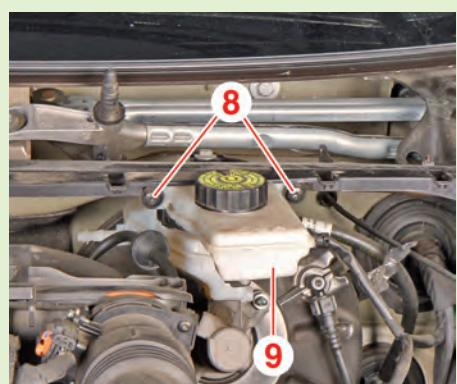

Fig.5
- Déposer les vis (8) à l'aide du tournevis [3] (Fig.5).
- Ecarter le réservoir de liquide de frein (9).